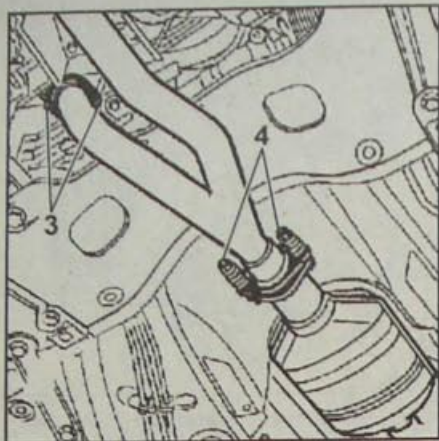

Рис. 15.16. Точки (3 и 4) отсоединения приемной трубы системы выпуска отработавших газов
- В точках (3 и 4, рис. 15.16) отсоедините приемную трубу системы выпуска отработавших газов.